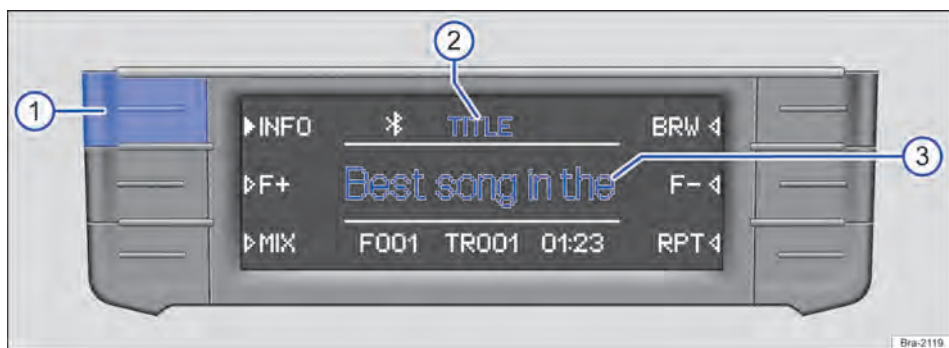

Fig. 162 Exemplo de exibição na operação de mídia: informações das faixas de um CD de MP3 em execução.
Em CDs de áudio sem texto de CD, na linha central do display → Fig. 162 ③ é exibido somente **TRACK** e o número da faixa conforme a sequência na unidade de armazenamento de dados.
No centro da linha superior do display é exibido o tipo da informação de faixa selecionada, por exemplo, **TITLE** → Fig. 162 ②.
- Pressionar brevemente o botão de função **INFO** → Fig. 162 ① para trocar o tipo da informação exibida da faixa.
Exibição → Fig. 162 ②	Informação da faixa → Fig. 162 ③